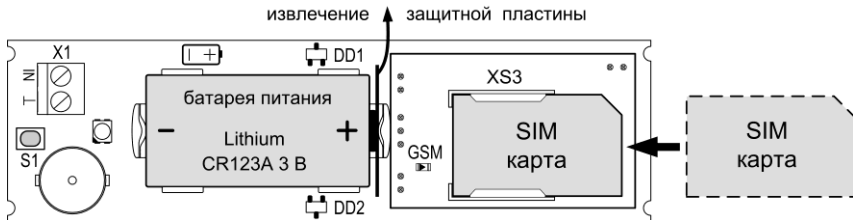

Рис.7 Установка SIM-карты, извлечение защитной пластины
2. Убедитесь, что SIM-карта установлена в соответствии с рис.7, либо установите SIM-карту в держатель на плате GSM-модуля: контактами к держателю, срезом – как показано на рис.7.
3. Включите питание сигнализатора – извлеките защитную пластину из контакта батареи питания (см. рис.7) или установите батарею питания, соблюдая полярность (если она была извлечена). После включения питания световой индикатор сигнализатора засветится красным. Светодиод «GSM» будет светиться в течение 3-х секунд и начнёт часто мигать – производится поиск сети и регистрация в сети GSM.
1. Переведите сигнализатор в режим «Снят с охраны», откройте крышку, убедитесь, что SIM-карта установлена в соответствии с рис.7.